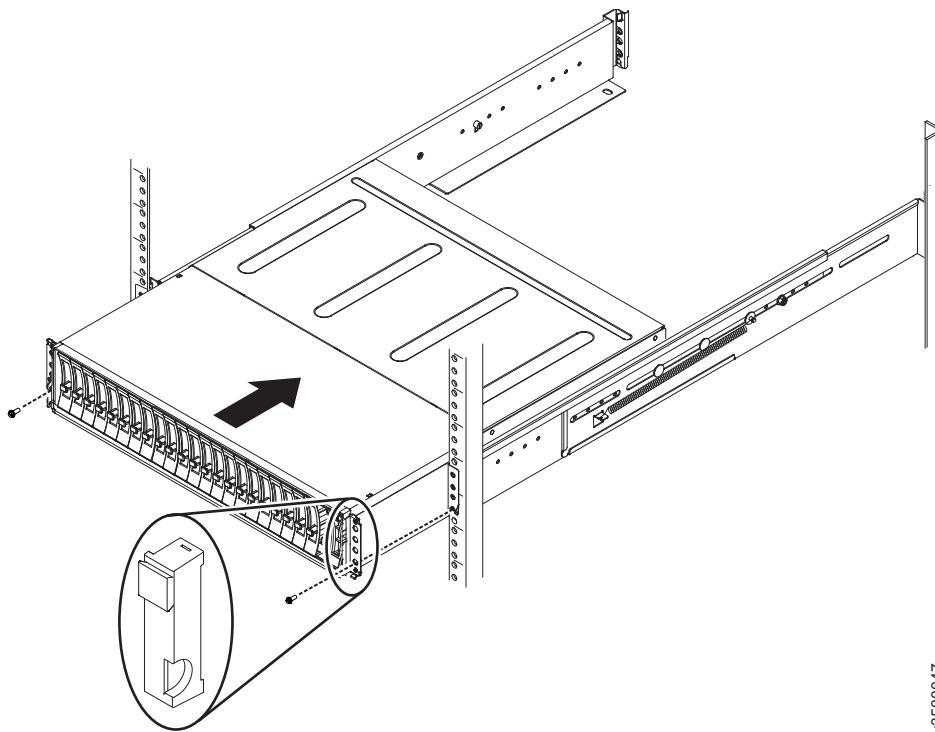

図 41. エンクロージャーのラックへの挿入
3. エンクロージャーが完全に挿入されるまで、レールに沿って注意深くエンクロージャーをラックにスライドさせます(図 41 を参照)。
5. 左右のエンド・キャップを再取り付けします。 41 ページの図 41 を参照してください。左側のエンド・キャップには、エンクロージャーの端にある状況 LED (発光ダイオード) と位置合わせするインディケーター・ウィンドウがあります。